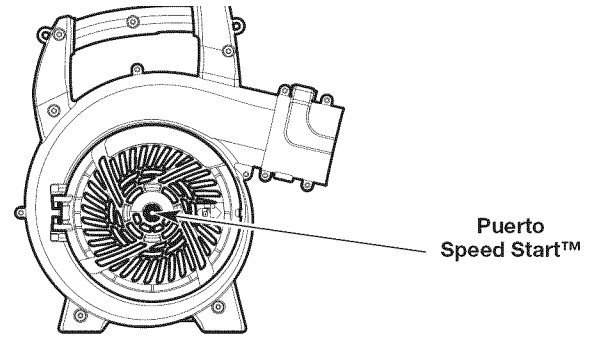

Fig. 14
7. **NO** apriete el control del acelerador. Inserte el accesorio Speed Start™ en el puerto Speed Start™ (Fig. 14). Consulte la sección *Funcionamiento* del manual del operador del accesorio Speed Start™.